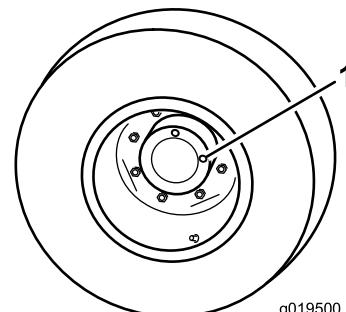

図 61
1. 水平な床面で、点検プラグ図 61 の 1 つが時計の 12 時を指し、もうひとつが 3 時を指すようにマシンを駐車する。
2. 3 時の位置にあるプラグを外す図 61。点検用プラグの穴から 6mm 以内にあればよい。